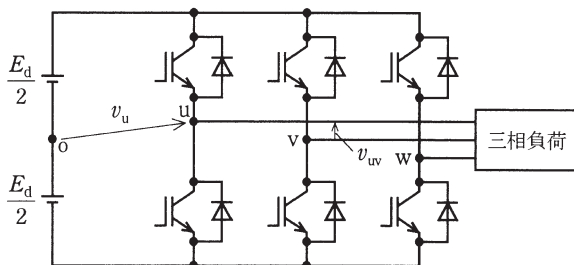
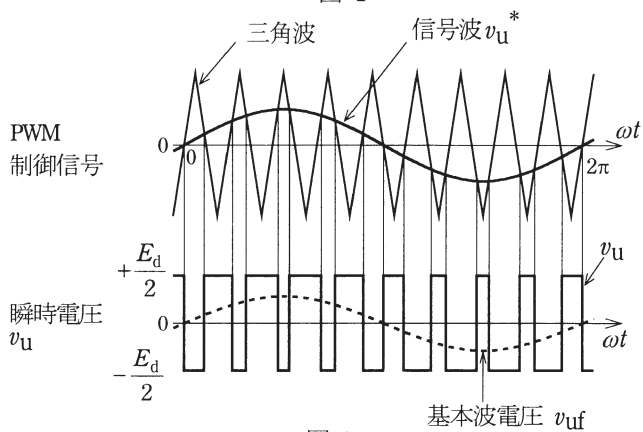

図 1
図 2
問3 図1に示す三相電圧形インバータにおいて、u相→v相→w相の相順で出力する相電圧（o点を基準にした各出力端子との間の電圧） v_u 、 v_v 、 v_w の制御に、図2に示す三角波比較PWM制御を用いる。
変調率を $A = \frac{\text{信号波波高値}}{\text{三角波波高値}}$ と定義し、信号波周波数に対して三角波周波数は十分に高く、デッドタイムを無視する。図2に示す信号波 v_u^* が正弦波であれば、u相の瞬時電圧 v_u には、変調率1以下では信号波 v_u^* に比例した基本波電圧 v_{uf} が含まれる。直流電圧を E_d 、基本波電圧の角周波数を ω として、次の間に答えよ。
(1) 各相 IGBT について、信号波と三角波とを比較して、大小がどのような関係のときに上アーム IGBT 及び下アーム IGBT をオン又はオフとするかを述べよ。
(2) 図2に示す基本波を信号波とするPWM制御を方式1とする。この方式の瞬時出力電圧 v_{u1} 、 v_{v1} 、 v_{w1} に含まれる基本波電圧を v_{uf1} 、 v_{vf1} 、 v_{wf1} とする。この三つの基本波電圧 v_{uf1} 、 v_{vf1} 、 v_{wf1} の瞬時値を、そのときの変調率 A_1 及び E_d を用いて、 \sin を使った式で示せ。ただし、三角波波高値を1とすると、変調率 A_1 のu相信号波は $v_{u1}^* = A_1 \sin \omega t$ で表される。さらに、 $A_1 = 1$ の場合、基本波電圧 v_{uf1} の波高値は、インバータで出力できる最大電圧 $\frac{E_d}{2}$ となる。また、三相信号波 v_{u1}^* 、 v_{v1}^* 、 v_{w1}^* は三相对称であるとする。
(3) PWM制御方式1において、 $A_1 = 1$ の場合のu-v相線間電圧 v_{uv1} の基本波実効値 V_{uvf1} を、 E_d を用いて示せ。
(4) 基本波に、波高値が $\frac{1}{6}$ 倍の3次高調波を加算した信号波を用いたPWM制御を方式2とする。この方式2において、基本波の波高値が1の場合のu相信号波 v_{u2}^* を次式とする。